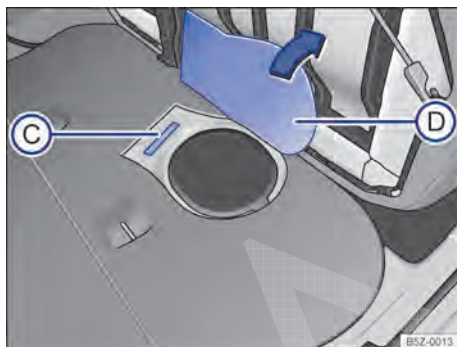

Fig. 184 Debaxo do banco traseiro sob o revestimento do assoalho (D): número de identificação do veículo (C).
O número de identificação do veículo está localizado debaixo do banco traseiro sob o revestimento do assoalho → Fig. 184 (C). Para encontrar o número de identificação do veículo, rebater o banco traseiro e levantar o revestimento do assoalho → Fig. 184 (D).